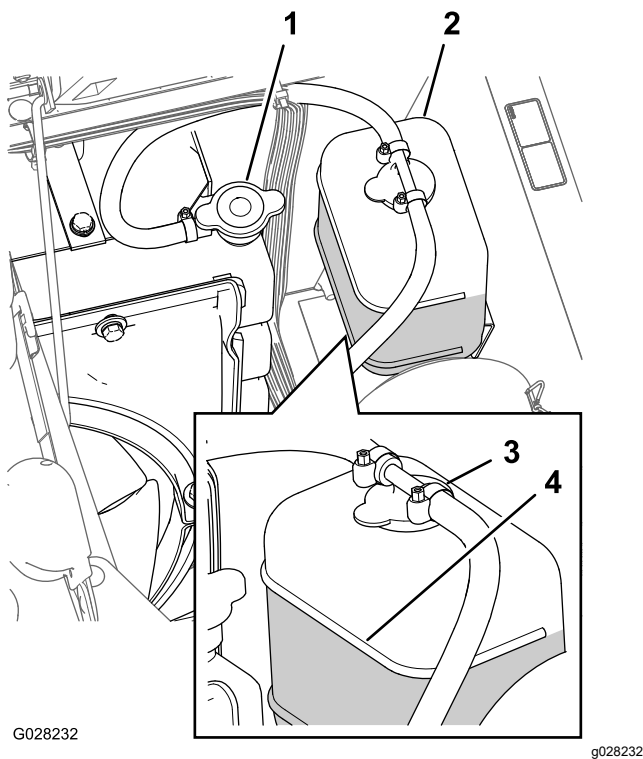

図 103
- ラジエーターと補助タンクのキャップを注意深く開ける 図 103
注 ラジエターは補給口の首の上部まで、補助タンクはFULLマークまであれば適正です 図 103。
5. 不足であれば補助タンクとラジエター本体に補給するラジエターは首の部分まで、タンクはFULLマークまで入れる 図 103。
6. ラジエターと補助タンクのキャップを閉める 図 103。
2. エンジンが十分に冷えているのを確認してラジエターのキャップを開ける (図 103)。
6. ラジエターキャップを取る 図 103。
8. ラジエターのキャップを軽く締めてエンジンを始動する 図 103。
10. 冷却液の温度が上昇したら、ラジエーターをキャップの縁まで一杯に満たす 図 103。
11. 補助タンクのキャップを開けて、Coldレベルまで冷却液を補充する 図 103。